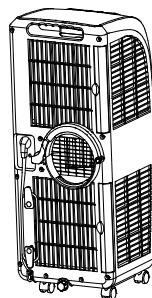

Figure 4
3). Faites pivoter la boucle en forme de C du tuyau d'évacuation de chaleur qui est glissé en place dans le sens antihoraire pour clipser avec succès le joint à pression de la boucle en forme de C de la coque arrière à travers le guide à coulisse de la coque arrière (comme illustré sur la figure 4).